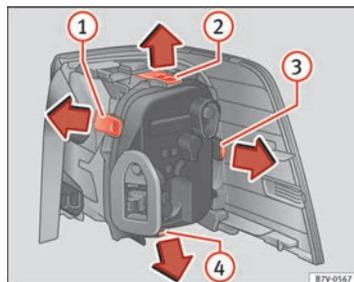

Fig. 214 Luz trasera en la carrocería: Desmontar el portalámparas. ① a ④: lengüetas de bloqueo.
9.	Para desbloquear el portalámparas, presione las lengüetas de bloqueo ⇒ fig. 214 ① a ④ en el sentido de la flecha.